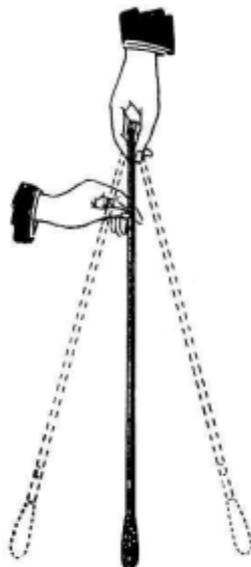
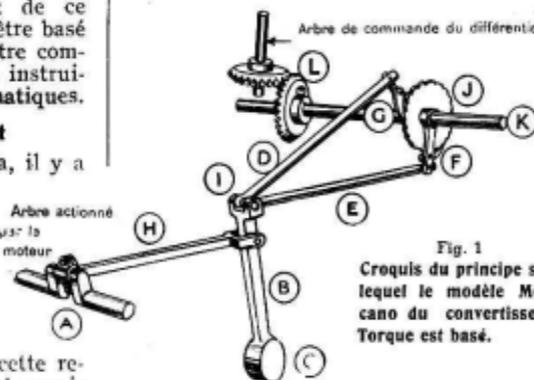

Fig. 2
Fig. 1
nescos nous a informés qu'il lui était impossible d'expliquer d'une manière précise comment il obtient ses résultats, sans se lancer dans les mathématiques supérieures ou dans des explications techniques très spéciales. Puisque l'inventeur lui-même jugea impossible de fournir ces renseignements, nos lecteurs comprendront les difficultés que nous rencontrons en essayant d'expliquer le principe du convertisseur Torque! Nous nous proposons donc de simplifier les choses en bornant nos explications au fonctionnement du modèle de convertisseur fait avec Meccano. Toutefois, nous insistons de nouveau sur le fait que ce modèle n'est pas la reproduction exacte du dispositif réel, c'est un modèle qui démontre le principe du fonctionnement du convertisseur. La figure 1 montre le fonctionnement du modèle. La manivelle (A) actionnée par le moteur, est reliée à un levier (B) à l'extrémité inférieure duquel est fixé un poids lourd (C) qui forme un balancier. L'autre extrémité du levier (B) est reliée à deux tringles (D et E) qui portent les cliquets (F et G), lesquels entraînent une roue à rochet (7). De cette manière, le mouvement est communiqué à la tringle (K) et au différentiel de l'essieu-arrière (il n'est pas montré sur la figure) à l'aide d'engrenages coniques et de l'arbre (L). Peu importe si les tringles (D et E) sont poussées du côté de la roue à rochet ou en sont éloignées, le
Nos lecteurs se feront une idée plus précise du principe du fonctionnement du convertisseur en prenant une canne avec une lourde pomme et en la suspendant, la pomme en bas, comme le montre la figure 2. Avec votre main gauche, saisissez la canne à quelques centimètres de distance de l'extrémité et balancez-la doucement. Remarquez qu'elle se balance régulièrement et pivote entre le pouce et un autre doigt de la main droite.
convertisseur Torque de Contantinesco et le modèle Meccano fonctionne en s'appuyant sur ce même principe. Dans ce dernier, la main qui remue la canne est remplacée par la bielle (H) (fig. 1) accouplée à une manivelle (A). La main qui jouait le rôle de pivot est remplacée par le boulon (I) qui porte
Les conditions de notre analogie de la figure 2 se trouvent rétablies lorsque le poids (C) (fig. 1) se balance sans communiquer aucun mouvement à l'arbre, par l'intermédiaire des cliquets. D'autre part, lorsque la voiture se déplace rapidement, le point d'appui s'éloigne et le poids (C) devient le pivot, car il lui est impossible de répondre avec assez de rapidité aux mouvements répétés de la tringle (H).
Dans la figure 1 et dans notre modèle, nous avons utilisé un mécanisme d'encliquetage composé de cliquets et d'une roue dentée. Toutefois, il est à noter que dans le véritable convertisseur Torque, les roues à rochet et les roues dentées ne sont pas employées pour la commande. Celles-ci sont remplacées par un dispositif particulier qui fait l'objet d'un brevet spécial.